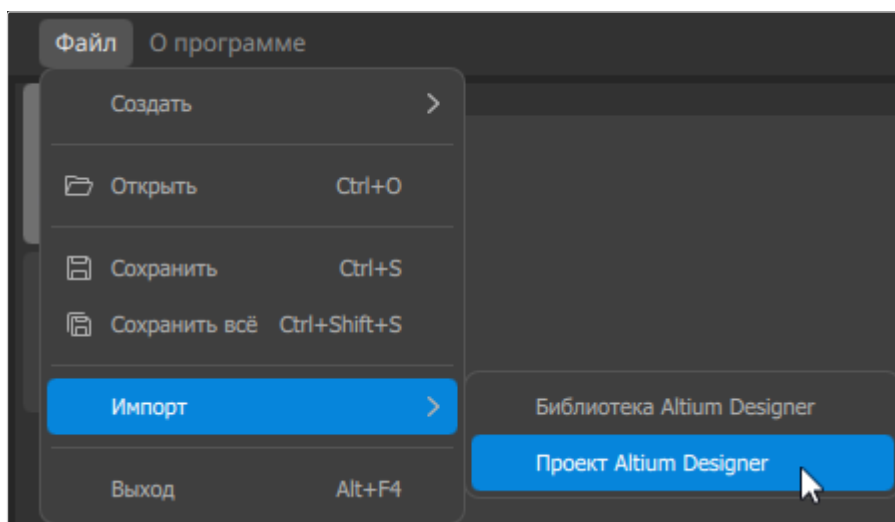

Рисунок 32. Пункт меню «Файл» → «Импорт» → «Проект Altium Designer»
- 1) Вызвать пункт меню «Файл» → «Импорт» → «Проект Altium Designer» (см. рисунок 32).